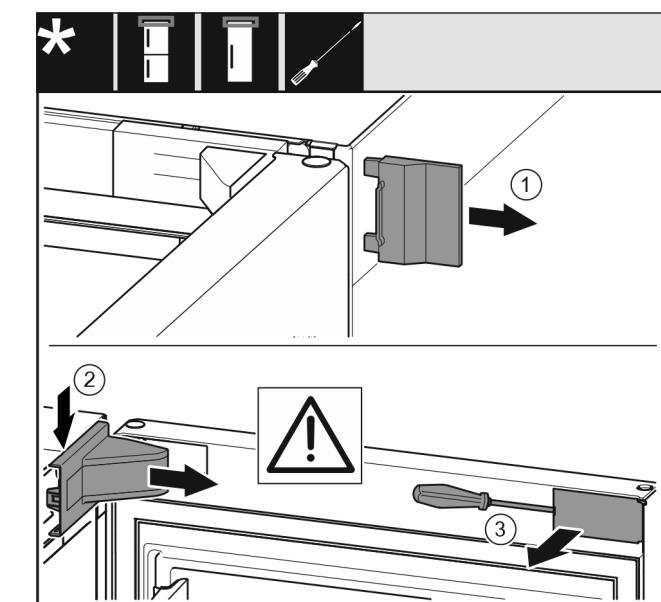

Fig. 6
- Зніміть зовнішню кришку. Fig. 6 (1)
- ▶ Звільніть і ослабте кришку опорного кронштейна. Зніміть кришку опорного кронштейна. Fig. 6 (2)
- ▶ За допомогою шліцевої викрутки звільніть від фіксатора та поверніть убік накладку. Fig. 6 (3)